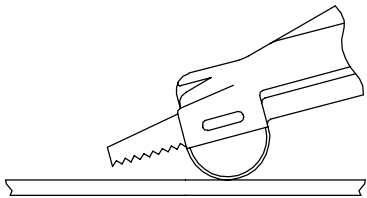

Bild 1
1. Håll sågen enligt bild 1 med anslaget stadigt mot underlaget och med klingans spets ovanför materialet. Tryck på avtryckaren.